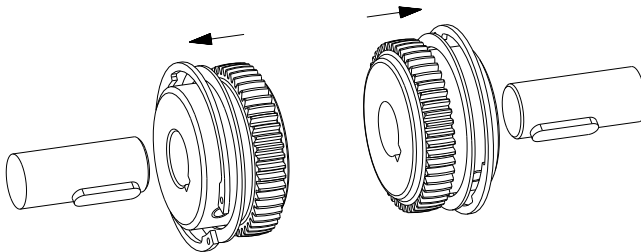

Bild 8
- Schieben Sie die Naben mit Anlaufring und Sicherungsring auf die Wellen der An- und Abtriebsseite (siehe Bild 8).